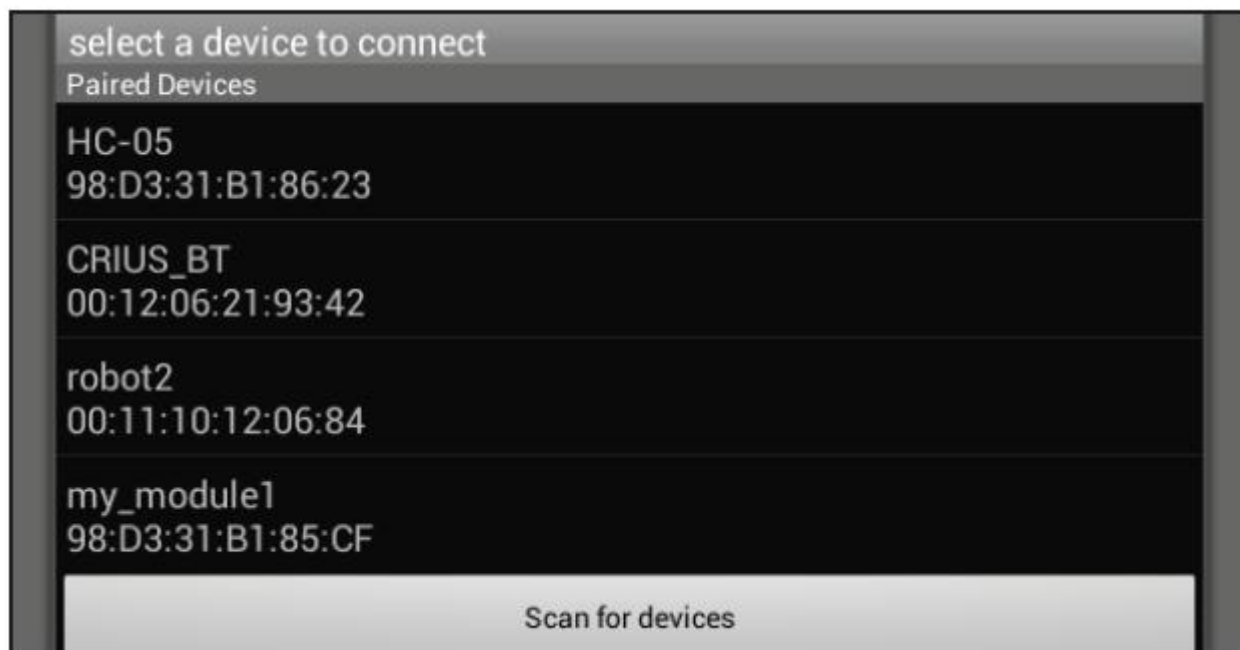
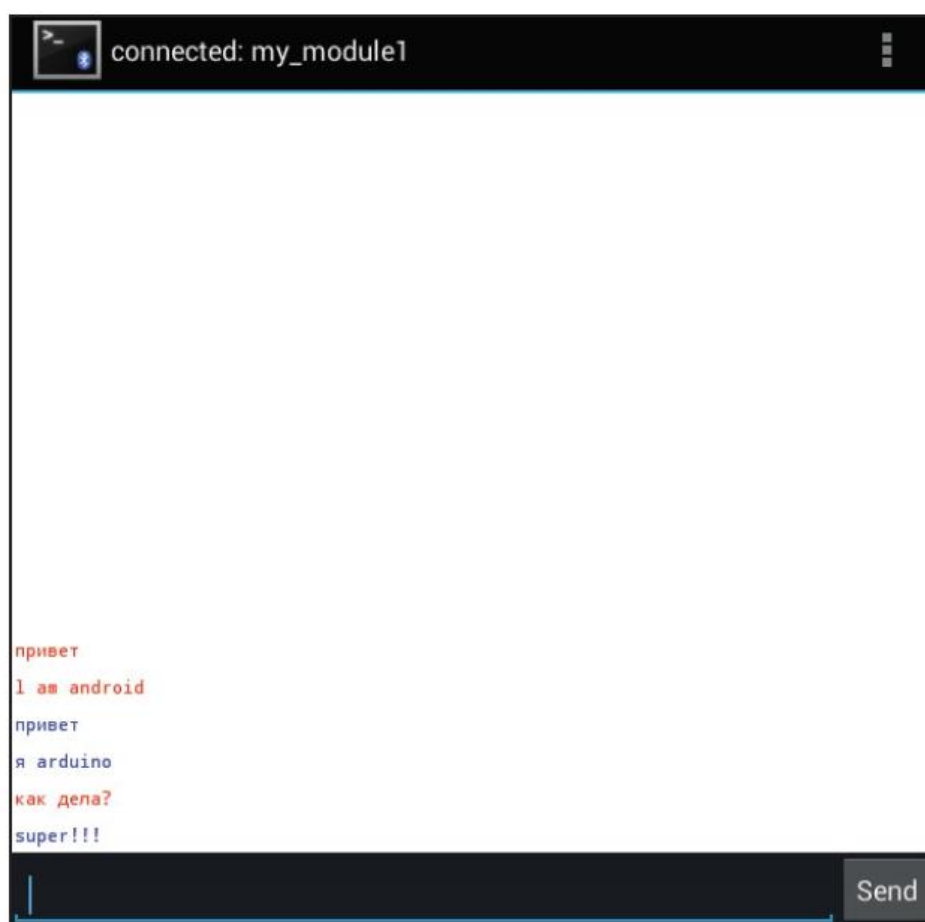

Рис. 31.2. Установка связи с модулем HC-05
Рис. 31.3. Обмен сообщениями между телефоном и платой Arduino
5. Открываем монитор последовательного порта Arduino и набираем AT-команды из табл. 31.1. Смотрим результат выполнения команд (рис. 31.2).
Следующий шаг – двунаправленная передача данных между телефоном с OS Android и платой Arduino с модулем HC-05. Отсоединим контакт 34 Bluetooth-модуля от 3,3 В. Загрузим и установим на телефон из Play Market приложение Bluetooth Terminal (<https://play.google.com/store/apps/details?id=Qwerty.BluetoothTerminal&hl=ru>). Запустим программу и установим соединение с нашим модулем (см.рис. 31.2). Передаем Arduino и получаем (через монитор последовательного порта) из Arduino сообщения (см. рис. 31.3).